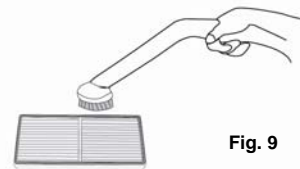

Fig. 9
3. Nettoyez les filtres permanents HEPA à l'aide d'une brosse d'aspirateur **seulement**. Passez l'aspirateur sur le côté souillé du filtre **seulement** et entre les plis du filtre permanent HEPA avec soin. (Fig. 9)